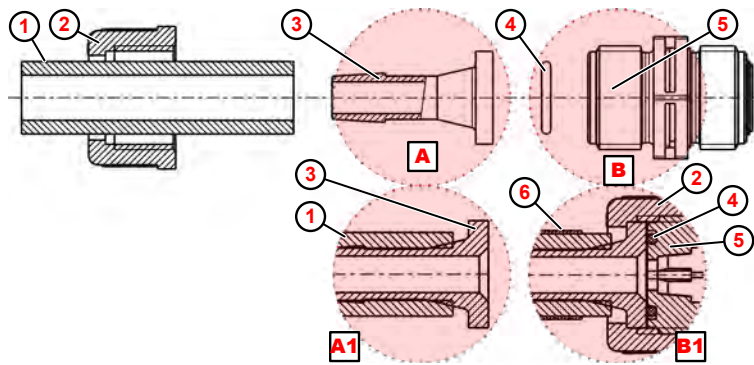

Fig. 19: Conexión para manguera y tubo con racor enchufable y abrazadera de manguera
1. ➤ Realizar un corte recto en la manguera (Fig. 19 , ①).
2. ➤ Empujar la abrazadera de la manguera ⑥ sobre la manguera ①
3. ➤ Empujar la tuerca de unión ② sobre la manguera ① .
4. ➤ Empujar la manguera ① hasta el anillo de tope del racor enchufable ③ (detalle Ⓐ1).
5. ➤ Colocar la junta tórica ④ en la ranura de la válvula de descarga o aspiración ⑤ .
6. ➤ Apretar la tuerca de unión ② .
7. ➤ Deslizar la abrazadera de manguera ⑥ hacia abajo y apretarla (detalle Ⓑ1).